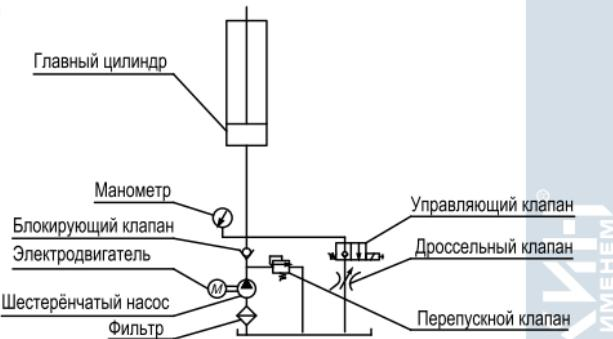

Рисунок 9 – Гидравлическая схема
6. Установите блок управления на основную колонну. Присоедините гидравлическую систему и электрическое питание согласно схемам соответственно на (рис. 9 и 10). Залейте масло в гидросистему, около 10 литров.